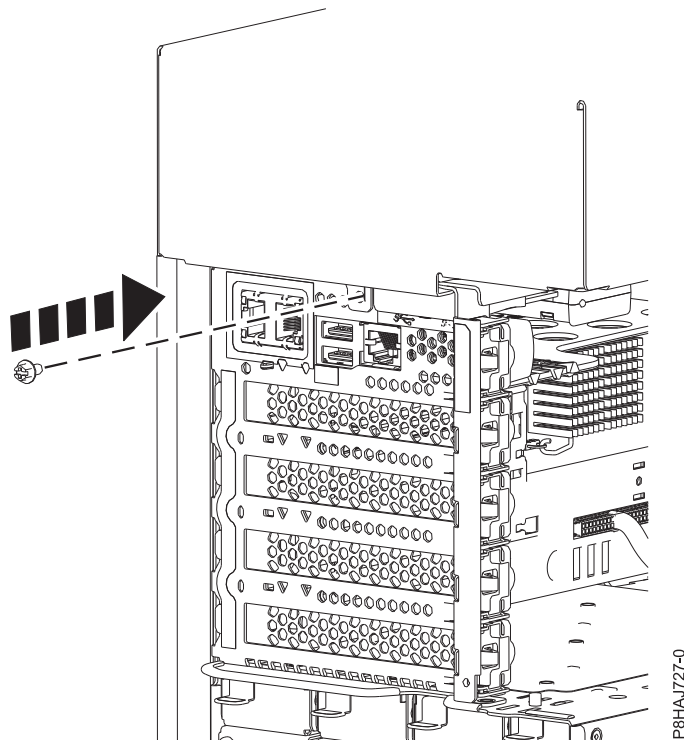

Figure 40. Installation de la vis capot latéral du 8286-41A
5. Installez la vis arrière du capot latéral à l'aide d'un tournevis cruciforme, comme illustré figure 40, à la page 55.